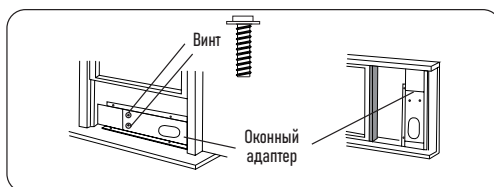

Рисунок 5
- Прикрепите оконный адаптер к оконной раме. Отрегулируйте длину адаптера: для этого ослабьте винт (2 шт.), затем затяните, когда длина будет подходящей (Рисунок 5).